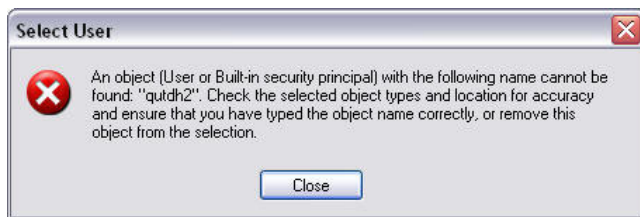

Рис. 42
- Если компьютеру не удастся найти ваше имя пользователя, появится сообщение об ошибке Рис. 42. Проверьте выбираемые типы объектов и место, затем повторите ввод имени пользователя. Если сообщение об ошибке возникает повторно, свяжитесь с ИТ-специалистом, чтобы получить дальнейшую помощь.